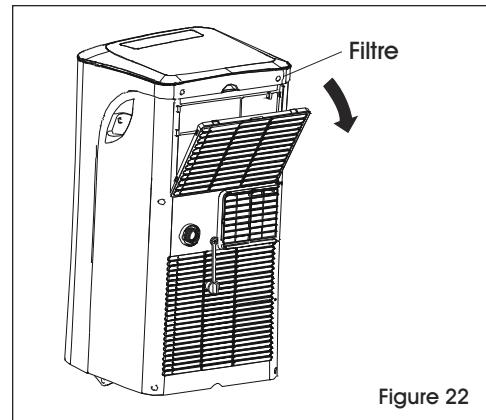

Figure 22
- Cet appareil est muni d'un filtre. Saisissez la languette du panneau supérieur et retirez le filtre se trouvant derrière la grille du panneau arrière. (Voir Figure 22)